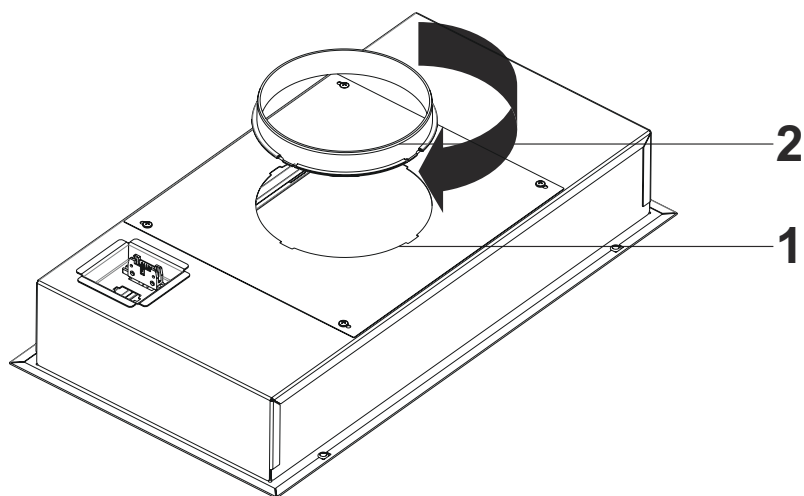

Fig. 28
9. ➔ För in Ø150mm utsugskanalen i det runda hålet och vrid det medurs (Fig. 28).